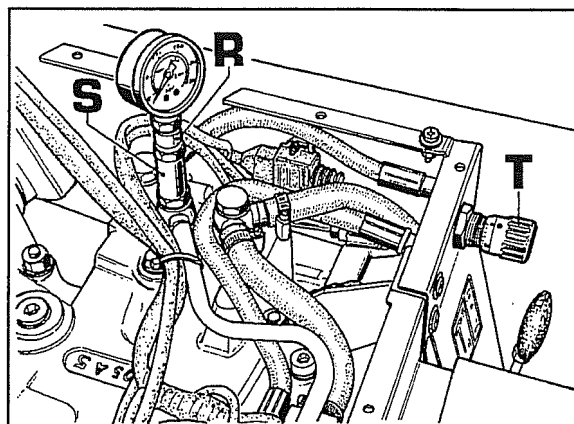
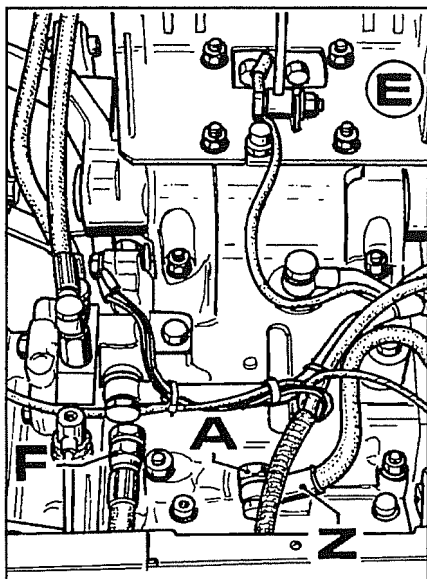

Fig. 23
Fig. 27
Se la macchina non è dotata di distributori ausiliari posteriori occorre, dopo aver tolto il sedile, collegarsi al tubo di mandata al gruppo elettrovalvole nel modo indicato in fig.23, tramite l'apposito attrezzo combinato **R-S**, tenendo presente che fino alla macchina n° di telaio B455169 per collegarsi occorre utilizzare lo stesso attrezzo eliminando la parte **S**.
Con manometro invece collegato al tubo di mandata del gruppo elettrovalvole occorre, chiudere la valvola **T** fig.23, azionare l'interruttore del sollevatore in alzata (premendo il pulsante di sicurezza), quindi verificare la pressione sul manometro.
Per verificare eventuali trafilamenti interni di olio nel carter sollevatore, occorre collegare al sollevatore un attrezzo e disporlo in posizione "alzata". Nelle macchine dotate della valvola **T** fig.23 è necessario chiuderla.
Se il sollevatore scende, significa che abbiamo un trafilamento interno di olio o sul cilindro del sollevatore o sulla vite di raccordo (**A** fig.27) al tubo di mandata.
3. Scollegare il tubo **Z** fig.27 e svitare il raccordo **A** dal carter sollevatore.
- c. Togliere il supporto sedile **E** fig.27 quindi scollegare i cablaggi che vanno all'elettrovalvole, all'interruttore di fine corsa e i cavi di massa (vedi fig.27).
- e. Scollegare il tubo di mandata olio **F** fig.27 al supporto distributori e la valvola mandata olio (**T** fig.23) al cilindro.